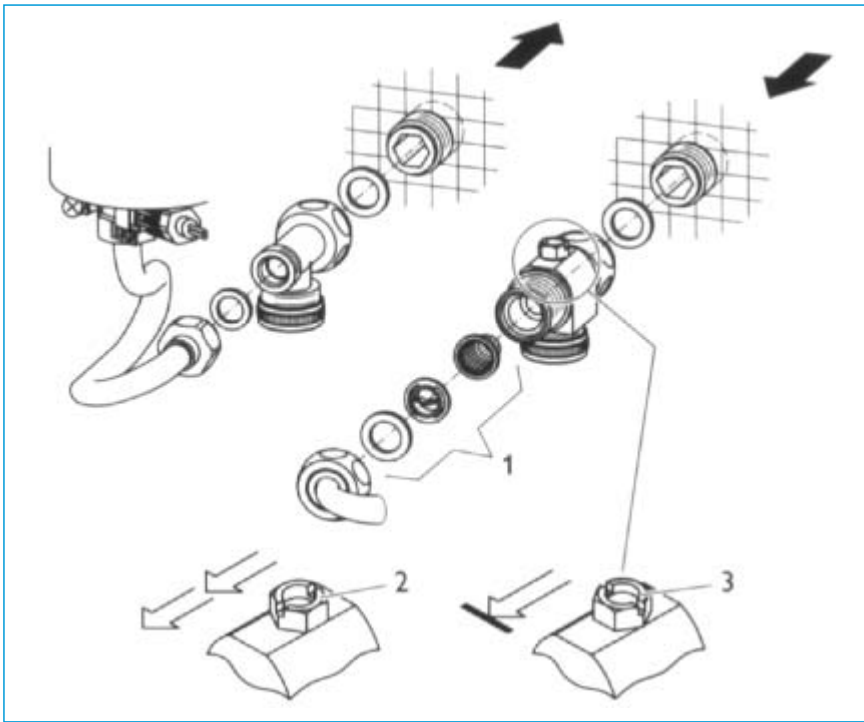

Fig. 14
- ▶ Instalar los accesorios para la conexión hidráulica tal como se muestra en la fig. 14 o 15. Observar las flechas indicadores del tipo de conexión.
Conexión empotrada (fig. 14)